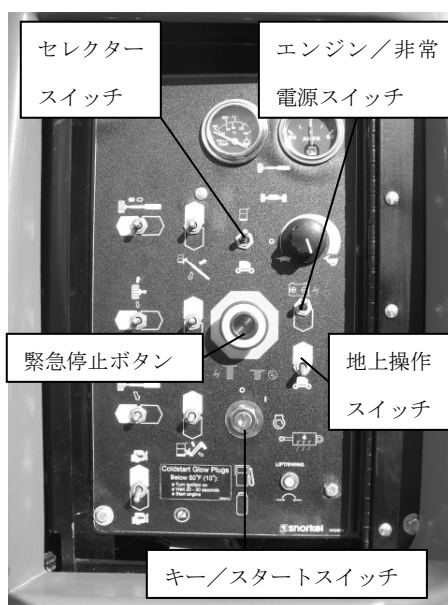

図 10.2-車体側操作盤
3. 緊急停止ボタンを引き出す。(図 10.2-車体側操作盤)